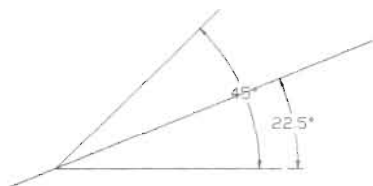

图 3-19
二等分 (B): 绘制通过指定角的顶点且平分该角的构造线。可以连续指定角边产生角平分线, 直到终止该命令为止, 如图 3-19 所示。